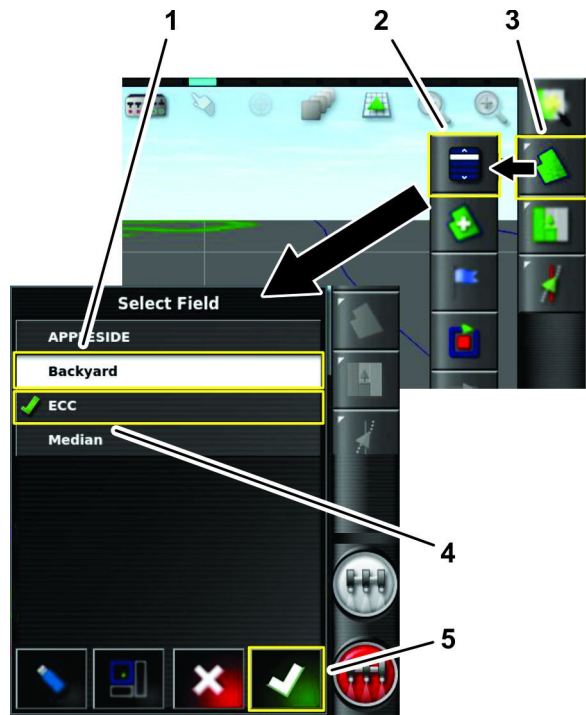

图 35
- 1. 按“场地菜单”图标并按“选择场地”图标图 35。
- 2. 在选择场地列表中按待打药场地的“场地”图标然后按“确认”图标图 35。